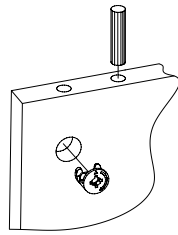

Рис.3
3. Вставить головки минификсов в соответствующие плоскостные отверстия боковин 1, 2 и стоевой 6 (Рис. 3).
4. Вбить шканты в соответствующие торцевые отверстия боковин 1, 2 и стоевой 6 (Рис.3).
(Рис.3)